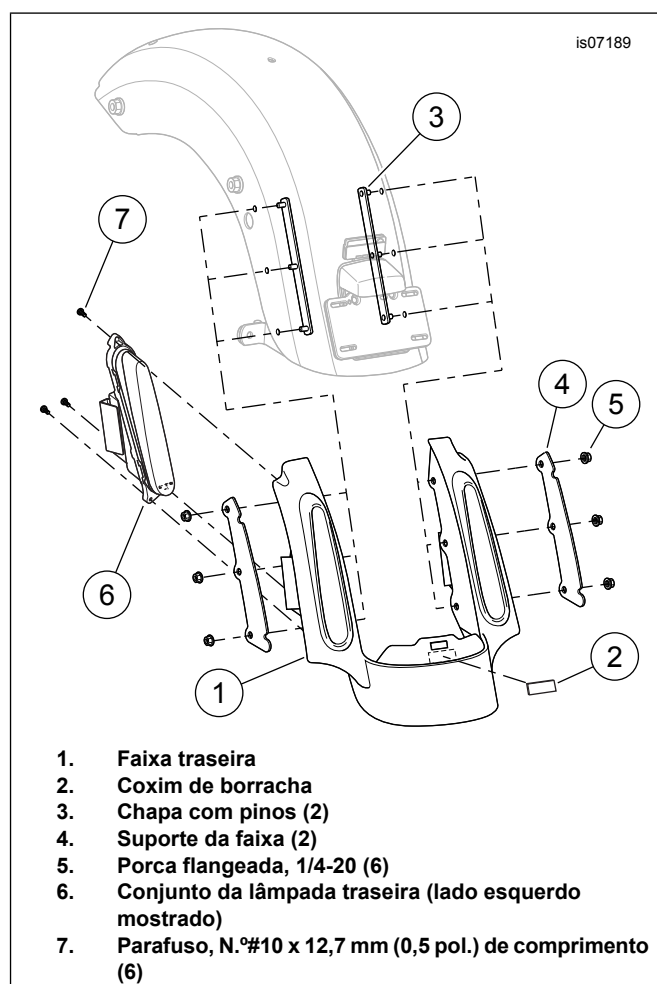
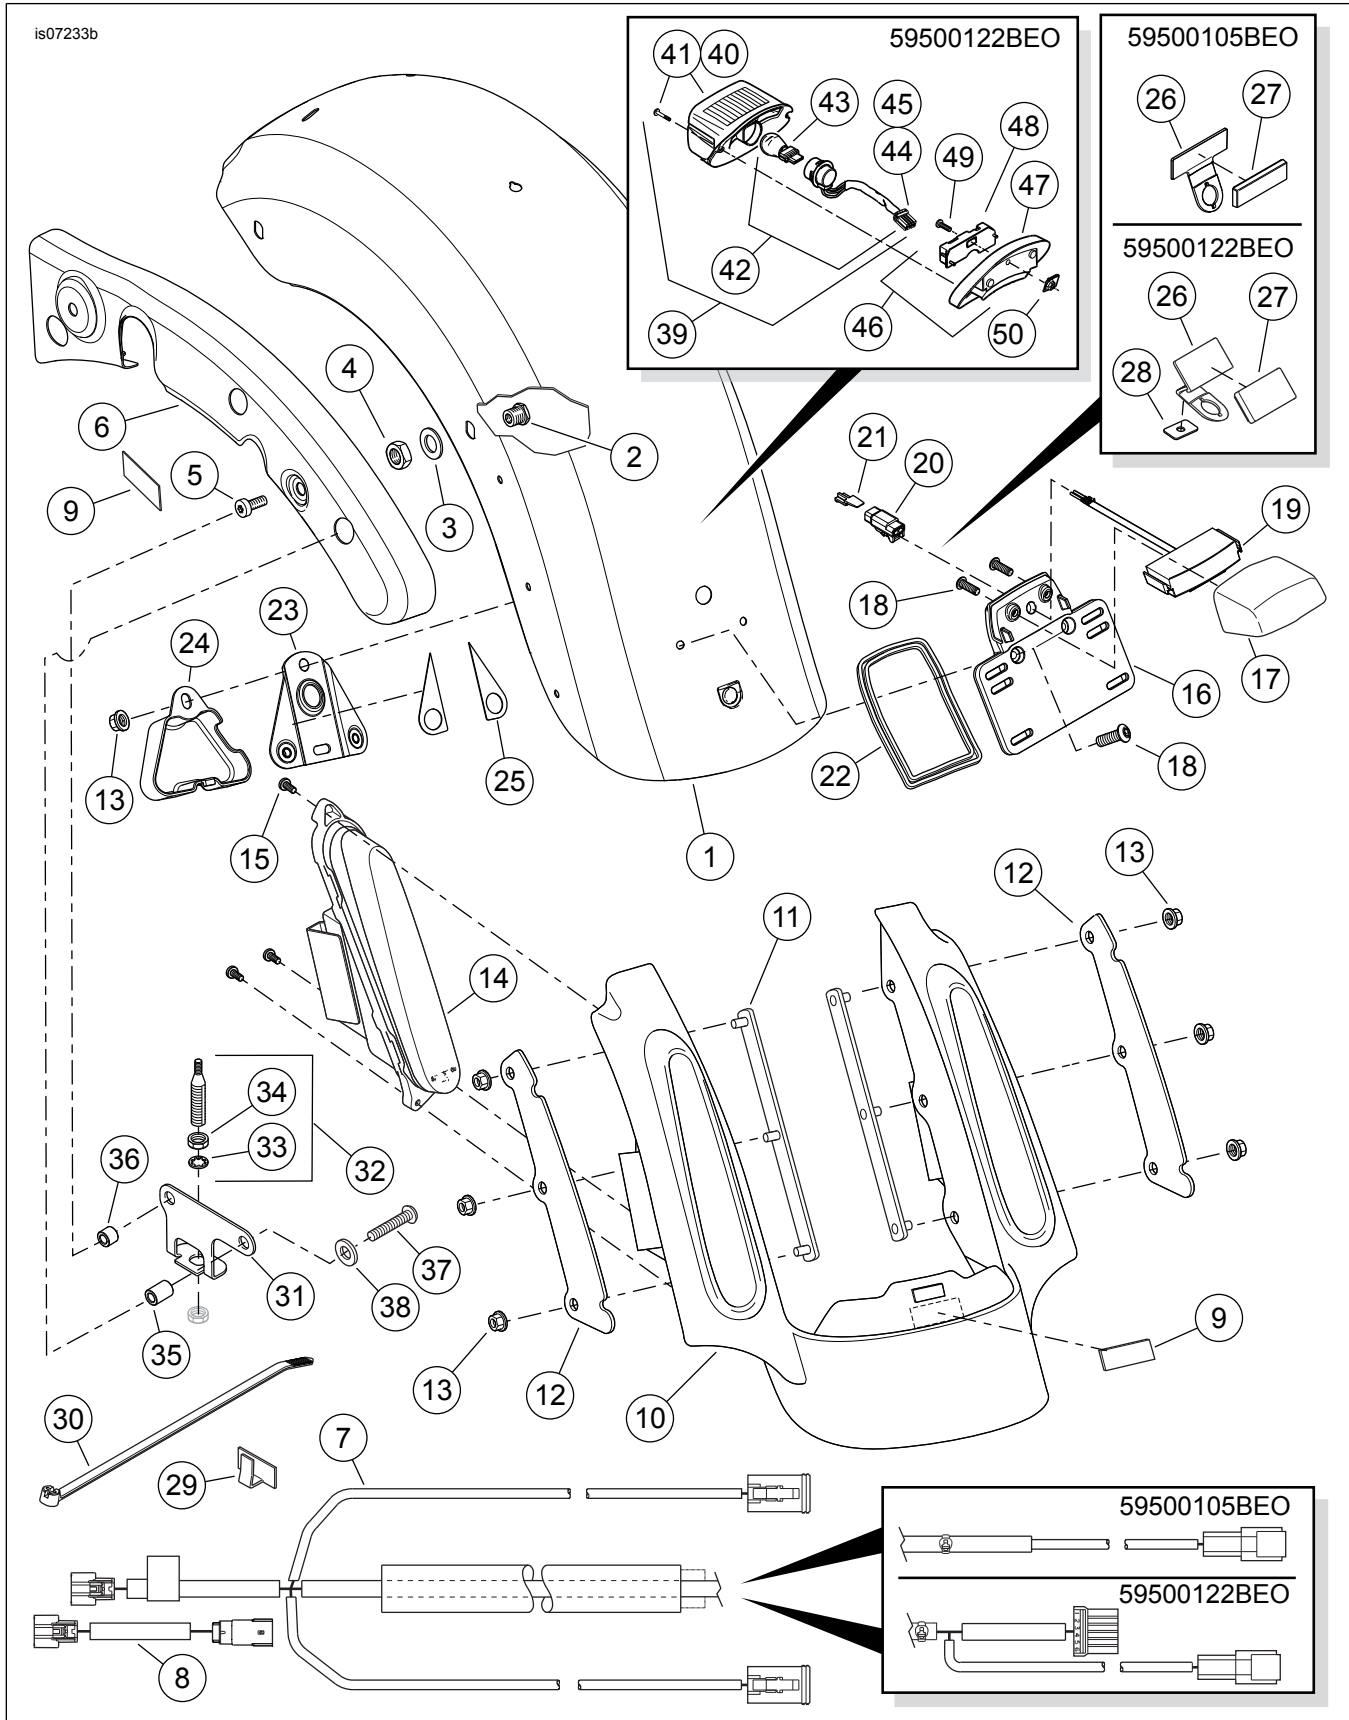

Figura 5. Instalação da faixa traseira
Figura 6. Peças de reposição, kits de para-lama traseiro estilo CVO FL Touring
2. Veja Figura 5. Remova a película da parte traseira adesiva do coxim de borracha de 44 x 19 x 1 mm ( x in) (2). Posicione o coxim no centro da faixa (1) imediatamente abaixo da abertura, como mostrado. Pressione no lugar com firmeza.
3. Posicione a faixa sob a borda traseira do para-lama, alinhando os três furos em cada lado da faixa com os furos correspondentes do para-lama. Introduza os três prisioneiros de uma chapa com pinos (3), de baixo do para-lama, através dos furos no para-lama e na faixa em um lado.
1. Veja Figura 6. Desconecte o cabo da antena do conjunto da base da antena.
6. Pegue o novo suporte da antena (31), novos espaçadores (35 e 36), novos parafusos (37), novas arruelas lisas (38) e o novo conjunto da base da antena (31).
7. Posicione o suporte da antena próximo aos suportes do para-lama, como mostrado na Figura 5, e aperte-o nos suportes do para-lama:
- a. Monte a arruela fina (38) nas roscas do parafuso.
- c. Deslize os espaçadores nas roscas estendidas ao longo do suporte. Observe o comprimento do espaçador. Consulte a Figura 5.
8. Instale a arruela de pressão dentada interna (33) do kit nas roscas maiores da base da antena (32), abaixo da porca hexagonal (34). Insira a base da antena através do furo no suporte de montagem da antena.
9. Instale a porca hexagonal inferior (34) nas roscas da base da antena. Coloque uma chave na porca superior e aperte a porca inferior com torque de 8 N·m (6 ft-lbs).
12. Rosqueie o conjunto do mastro da antena com firmeza na base da antena (31).
2. Veja Figura 6. Pegue quatro parafusos de montagem do para-lama 5/16-18 x com 25,4 mm (1 in) de comprimento (5) do kit. Instale, sem apertar, um parafuso através da guia do quadro traseiro no último ressalto de montagem do para-lama em cada lado.
6. Oriente o trecho do chicote de fios com o conector de quatro vias cinza entre a parte dianteira do para-lama e o suporte do para-lama **do lado esquerdo**. Conecte o conector (18) na lâmpada da faixa do lado esquerdo. Oriente o trecho do chicote de fios com o conector de quatro vias preto entre a parte dianteira do para-lama e o suporte do para-lama **do lado direito**. Conecte o conector (19) na lâmpada da faixa do lado direito.
9. **Modelos FLHTCU/SE:** Instale as tampas cromadas do suporte do para-lama removidas anteriormente. **TODOS os modelos, EXCETO FLHTCU/SE:** Veja Figura 6. Instale as tampas com pintura de acabamento dos suportes do para-lama (6) do kit.